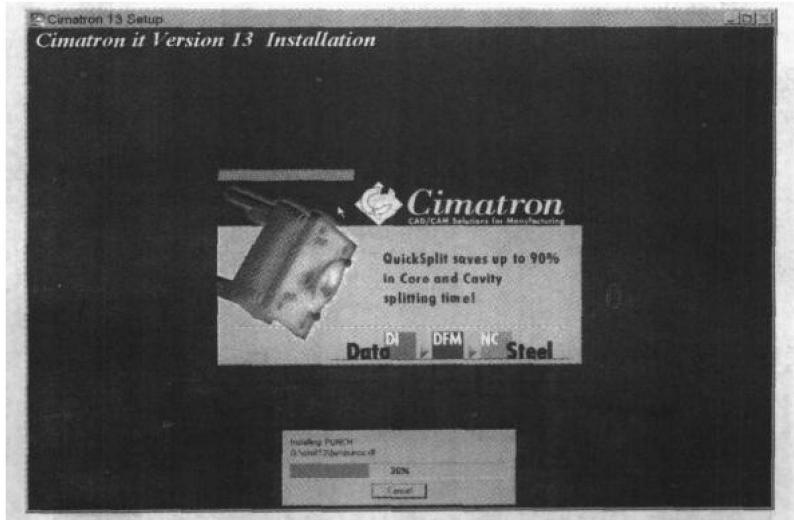

图1.14
(14) 接着出现如图1.14所示的安装进度窗口，这个过程大概需要几分钟时间。